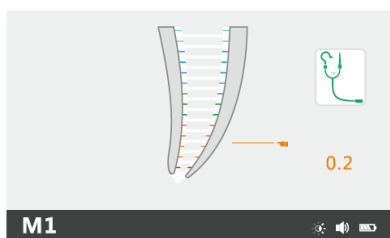

Fig. 24 Set the apex position
- Presione la tecla SET, el ícono de configuración del ápice pasará al estado ajustable, (Fig.24).